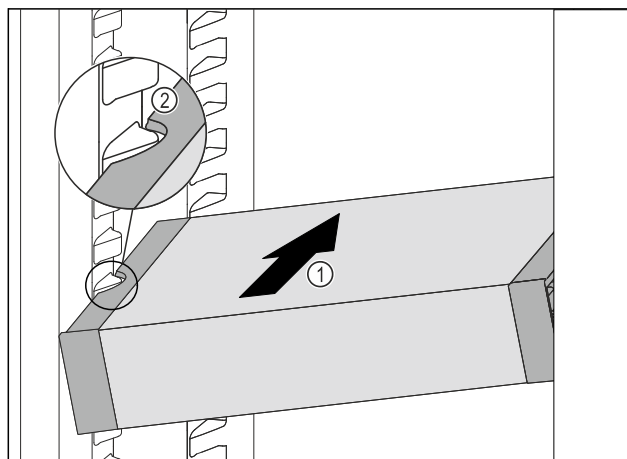

Fig. 127
- ▶ Вкарайте VarioSafe под ъгъл в хладилната част Fig. 127 (1), докато страничните прорези Fig. 127 (2) на VarioSafe се намират на височината на ребро на съда в хладилната част.